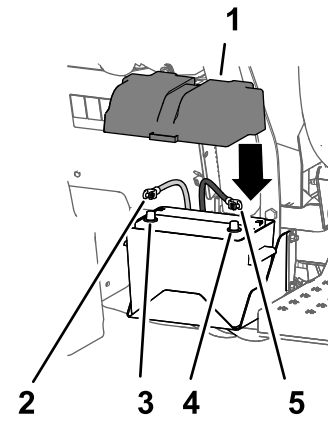

Figura 39
1. Collegate il cavo positivo della batteria al relativo polo positivo (Figura 39).
2. Collegate il cavo negativo della batteria al relativo polo negativo (Figura 39).
3. Allineate il coperchio della scatola della batteria e fissatelo con la cinghia (Figura 39).